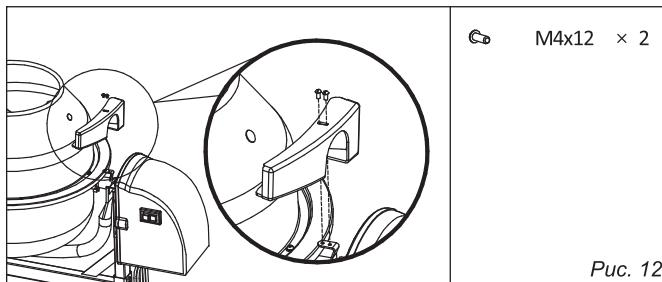

Рис. 12
7. Установить кожух на траверсу, совместив отверстия в кожухе с отверстиями в скобе, расположенной на траверсе. Установить в совмещенные отверстия два винта, выставить равномерный зазор между барабаном и кожухом, закрепить кожух двумя винтами (рис. 12).